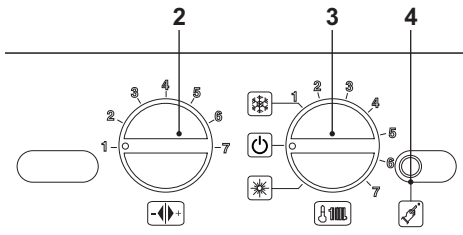

Fig. 7.13
- Apague la caldera poniendo el selector de función (3) en la posición  como en la Fig. 7.13.